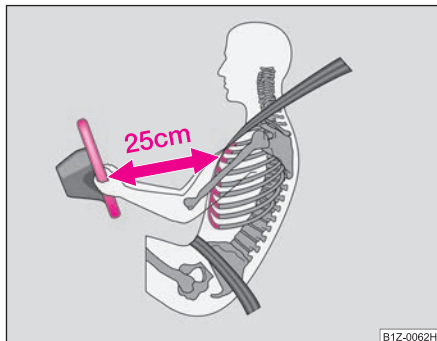

Fig. 148 Distanța sigură față de volan
- Atât pentru conducător cât și pentru pasagerul dreapta este important să păstreze o distanță de cca. 25 cm față de volan, respectiv de tabloul de bord ⇒ fig. 148. Dacă nu se respectă această distanță, sistemul airbag nu își poate exercita eficiența maximă – Pericol! Pe lângă acestea, scaunele din față și tetierele trebuie să fie întotdeauna reglate în funcție de mărimea corpului.